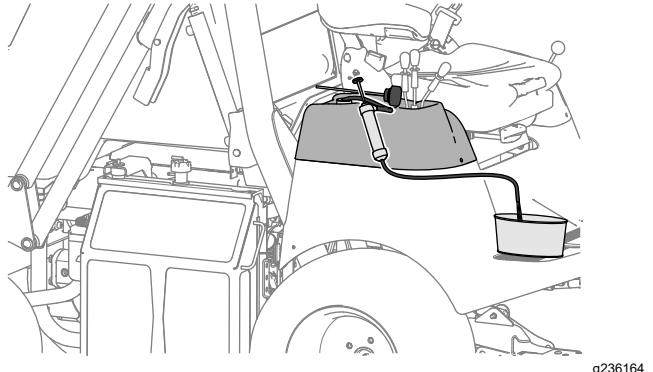

Bild 101
- Leeren Sie den Hydraulikbehälter mit einer Absaugpumpe (Bild 101).